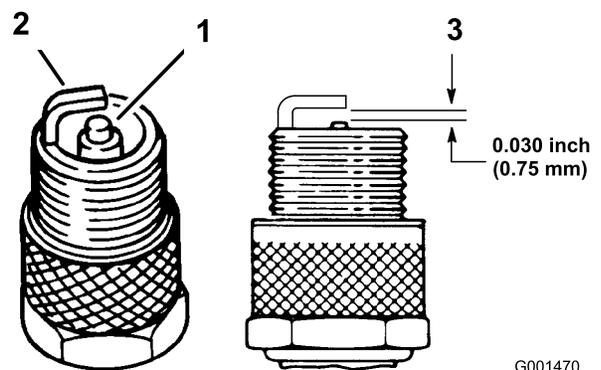

Bild 30
3. Prüfen Sie den Zustand der Seitenelektrode, der zentralen Elektrode und der Isolierung um die zentrale Elektrode, um sicherzustellen, dass nirgendwo Defekte aufgetreten sind (Bild 30).
4. Stellen Sie den Abstand zwischen der Mittel- und der Masselektrode auf 0,762 mm ein (Bild 30). Setzen Sie eine Zündkerze mit dem richtigen Elektrodenabstand ein und ziehen sie auf 20 Nm fest.